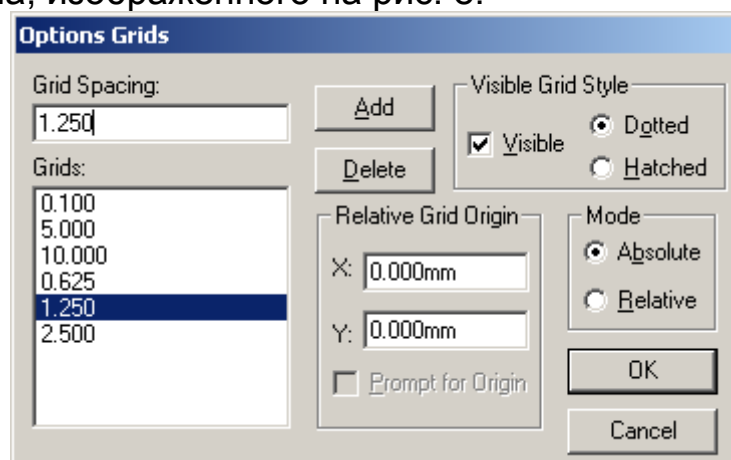

Рис. 8 Команда **Options Grids**
- 4.1 Выберите команду **Options**→**Grids** и ознакомьтесь с видом окна, изображенного на рис. 8.